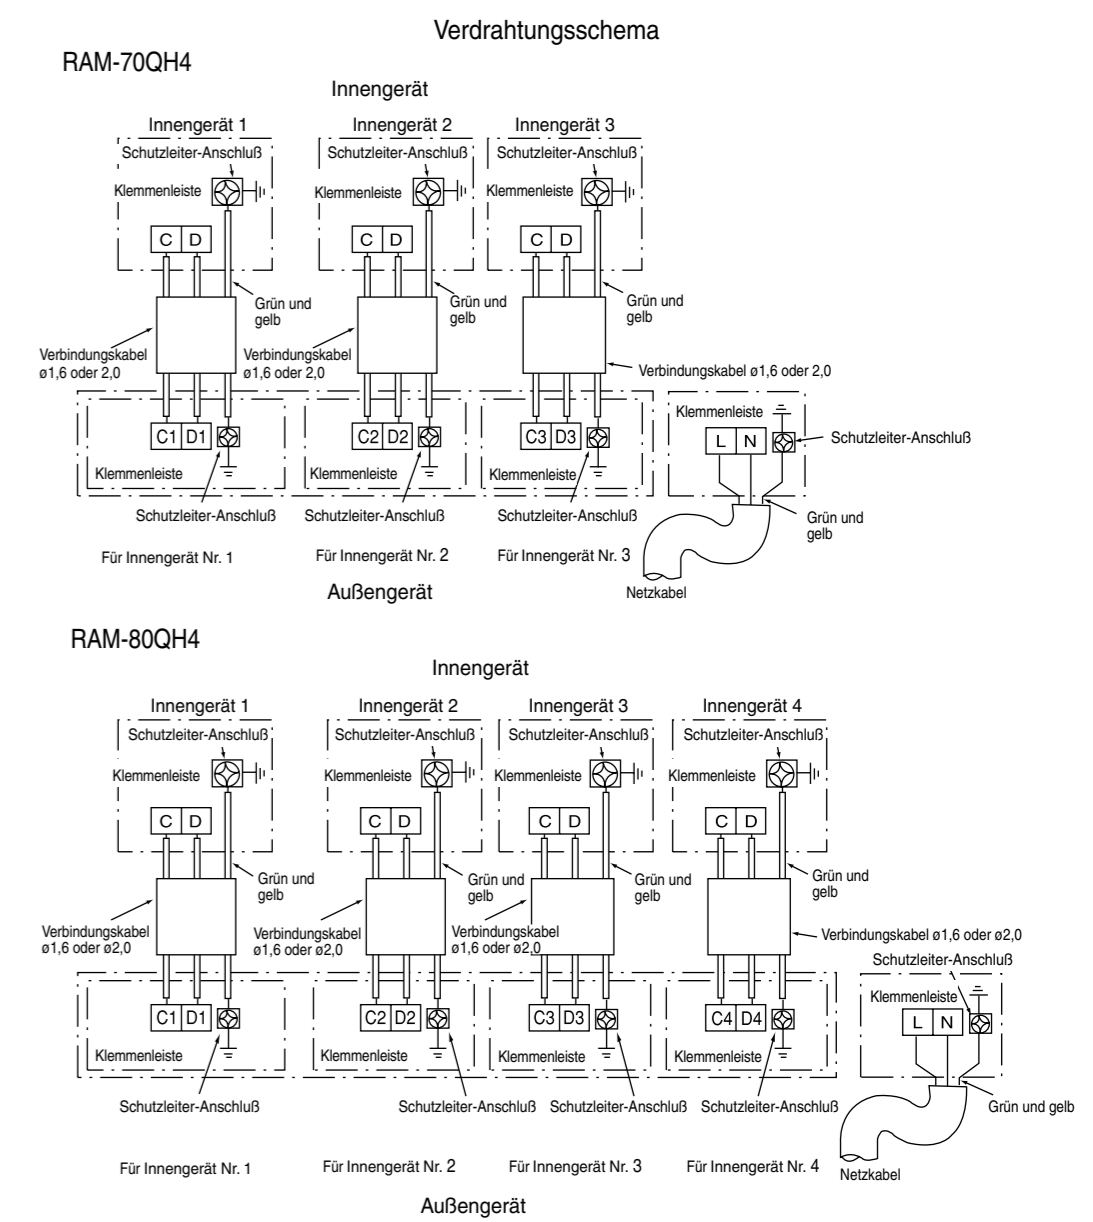

Abb. 3-1
- Die elektrische Verdrahtung gemäß Abb. 3-1 zwischen dem Innengerät und dem Außengerät anschließen. Niemals die elektrische Verdrahtung falsch ausführen.
- Das Verbindungskabel sollte gemäß Abb. 3-1 angeschlossen werden, so dass die Nummer an der Inneneinheit der Nummer auf der Anschlussplatte der Außeneinheit entspricht.